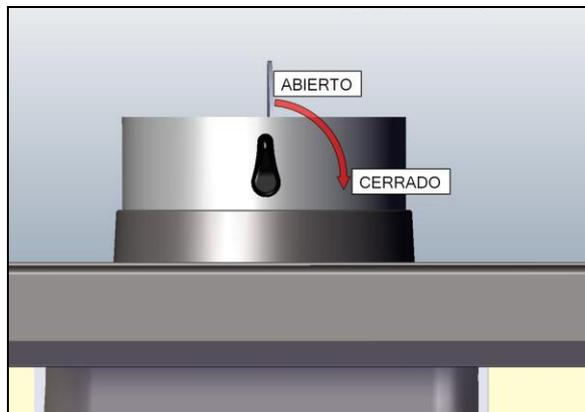

Fig. 6 Movimiento clapeta salida humos
- Abrir la puerta hogar, abrir al máximo el Regulador de entrada de aire primario (A) y secundario (B) colocar la Clapeta cortatiros (C) abierta.
- Cuando tengamos los troncos encendidos con llama, jugaremos con la apertura-cierre de las entradas de aire y con la apertura cierre de la Clapeta para aumentar o reducir el fuego. Fig. 6